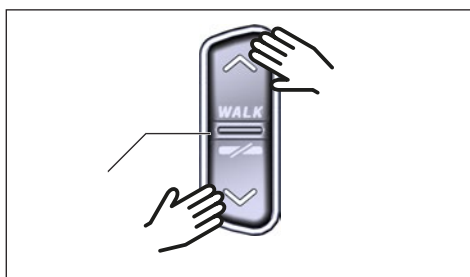

Fig. 6: Selecteer de ondersteuningsmodus op de HPR Remote V02
- Door **kort** op de knop UP van de Remote te drukken (zie Fig. 6) verhoogt u de ondersteuningsstand.
- Door **kort** op de knop DOWN van de Remote te drukken (zie Fig. 6) verlaagt u de ondersteuningsstand.
- Als u **lang** indrukt (>3 s) op de knop DOWN van de Remote (zie Fig. 6), schakelt u de ondersteuning van het aandrijfsysteem uit.